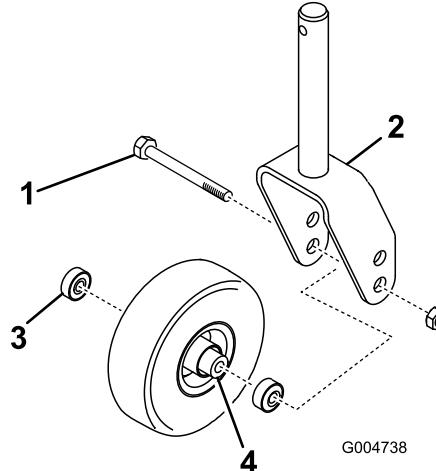
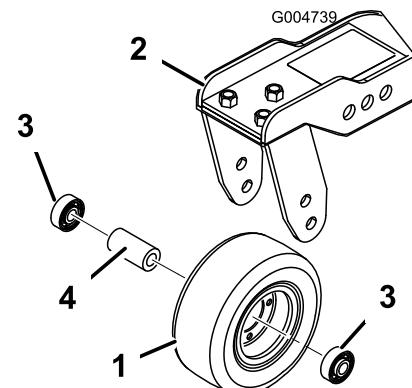

Figura 90
Figura 91
- Togliete il dado di bloccaggio dal bullone che fissa il gruppo ruota orientabile alla forcella (Figura 90) o al braccio di rotazione (Figura 91).
- Togliete il cuscinetto dal mozzo della ruota e lasciate cadere il distanziale del cuscinetto (Figura 90 e Figura 91).